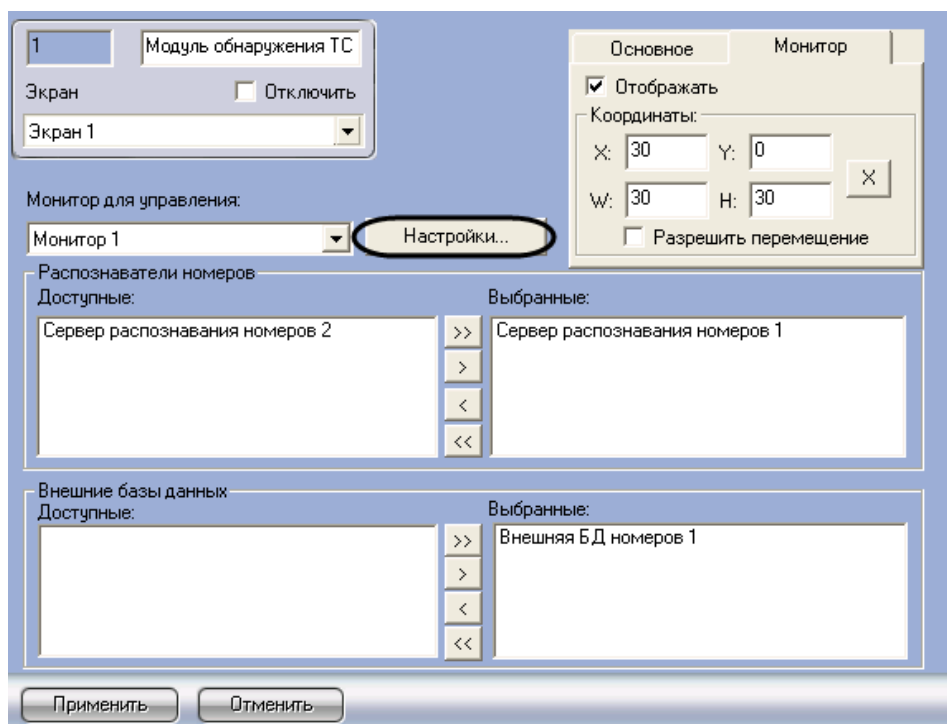

Рис. 7.9—9. Доступ к настройкам звукового оповещения при регистрации тревожных событий
1. Перейти на панель настройки объекта «Модуль обнаружения ТС» (Рис. 7.9—9).
2. Нажать кнопку «Настройки» (см. Рис. 7.9—9).